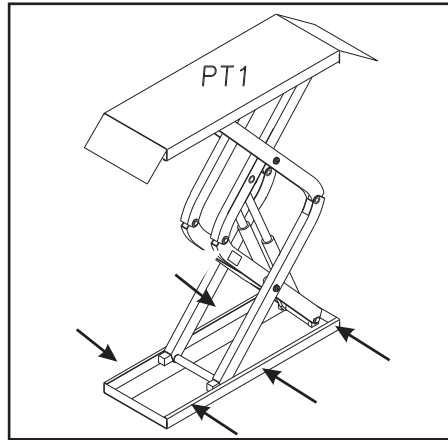

Fig.18 - Abb.18
N.B. per un corretto spessoramento posizionare i lamierini come indicato in fig. 18.
NOTE: Insert the metal shims as shown in the picture below, fig. 18
N.B.: Pour obtenir un calage correct, les plaquettes de tôle doivent être placées aux points indiqués sur la fig. 18.
NOTIZ: Führen Sie die Metallscheiben wie im folgenden Bild gezeigt, ein, um den Lift richtig zu platzieren. Abb.18
Nota: para colocar correctamente las cuñas metálicas según indicado en la fig. 18.